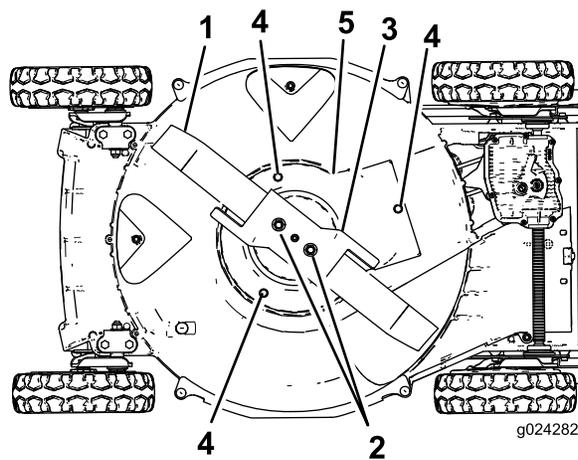

Рисунок 39
6. Выверните две гайки крепления ножа, снимите акселератор и нож (Рисунок 39).
7. Снимите винты, крепящие кожух тормозной муфты ножа к корпусу газонокосилки (Рисунок 39).